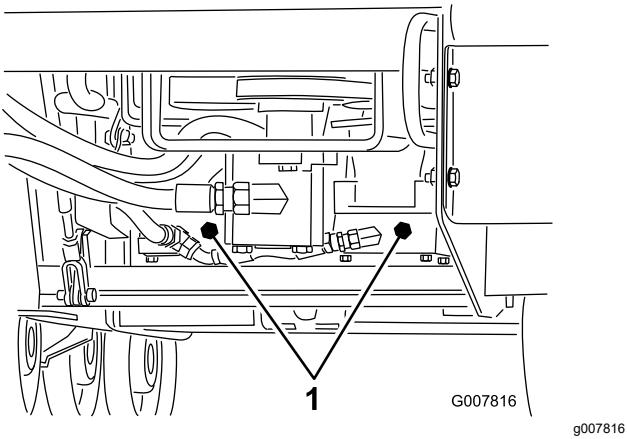

Figure 21
- À l'aide d'une clé, donnez deux tours dans le sens antihoraire aux vannes de remorquage situées sur les pompes hydrauliques (Figure 21).